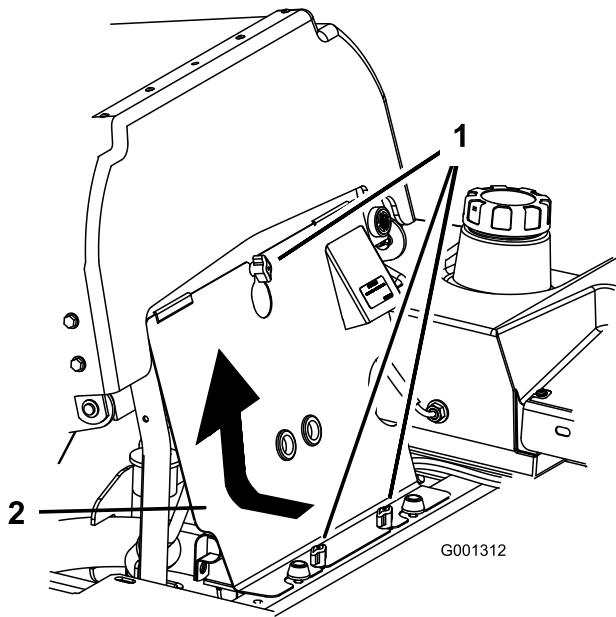

Figure 63
3. Desserrez les boutons du panneau du moteur et déposez le panneau (Figure 63).